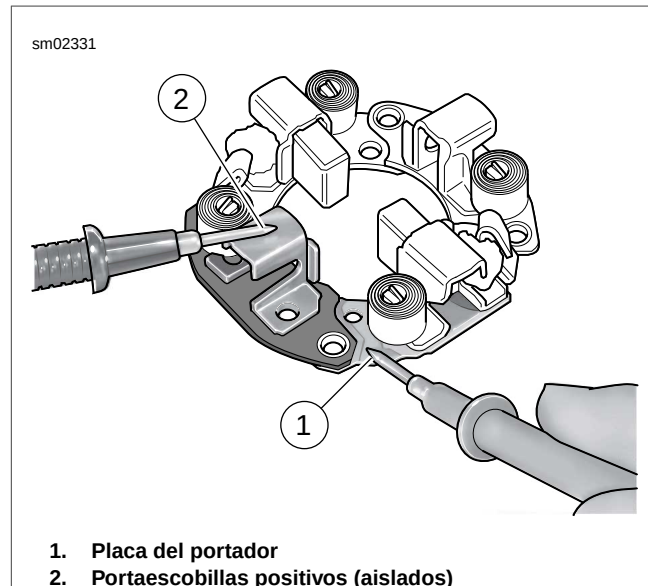

Figura 1-17. Prueba del aislamiento del portaescobillas
5. Vea Figura 1-17. Pruebe el aislamiento del portaescobillas con un ohmímetro o probador de continuidad.